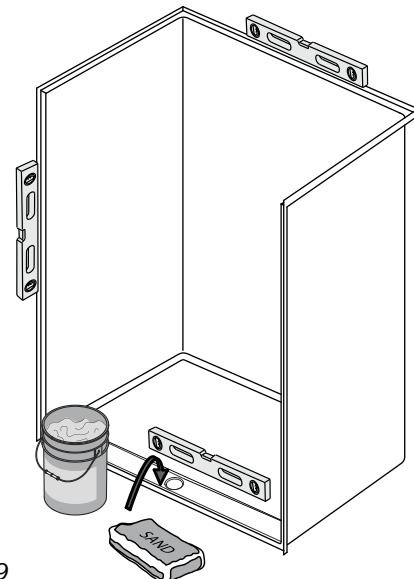

Figura 9
- 14 Ponga la ducha en posición; **no la arrastre ni la deslice.** Asegúrese de que el frente esté alineado con la línea dibujada en el Paso 3. Evite pisar el interior de la ducha hasta que el adhesivo se haya secado. Revise los laterales y el frente con un nivel. (Figura 9)
- 15 Coloque un peso (un balde de agua o arena) sobre el área de drenaje para asegurarse de que la resina epoxi surta efecto. (Figura 9)